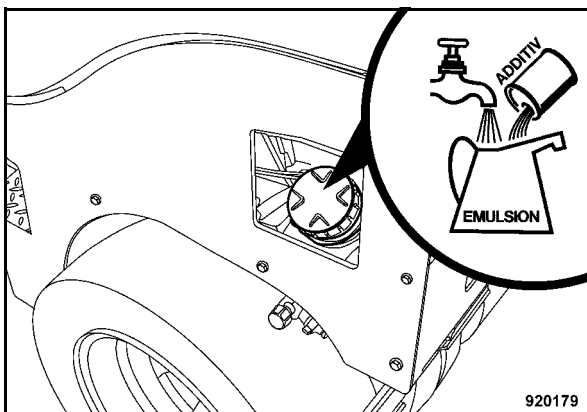

Fig. 151
- Riempire il serbatoio dell'emulsione (Fig. 151).